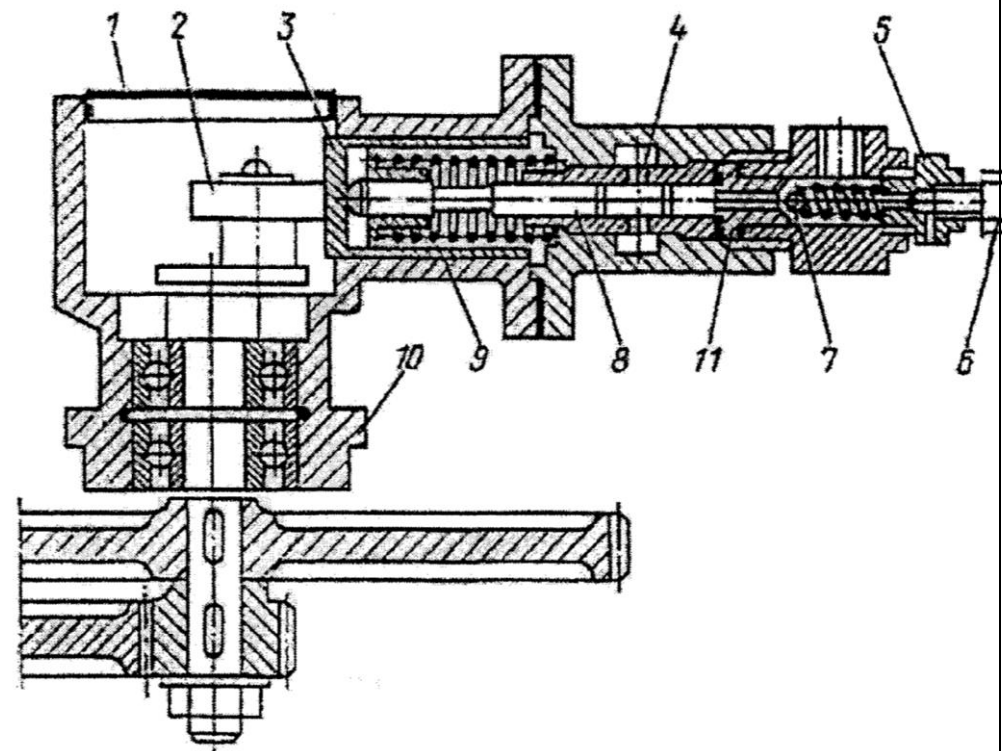

Рис. 2
7.3. Снимите крышку **1 (рис.2)** насоса высокого давления и проверьте наличие смазки на подшипнике эксцентрика. При необходимости смажьте его смазкой солидол ГОСТ 4366-76. Присоедините пистолет раздаточный с рукавом высокого давления к штуцеру раздатчика.
Если смазка поступать не будет, необходимо прокачать нагнетатель (возможно в систему попал воздух), используя запорную иглу **6 (рис.2)**.